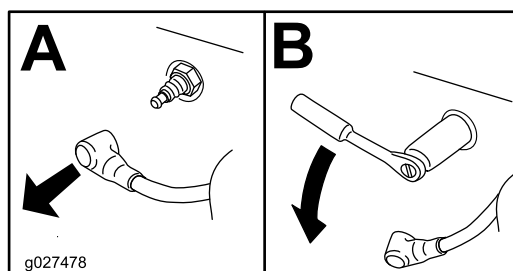

Figura 44
4. Demontați bujia (Figura 44).